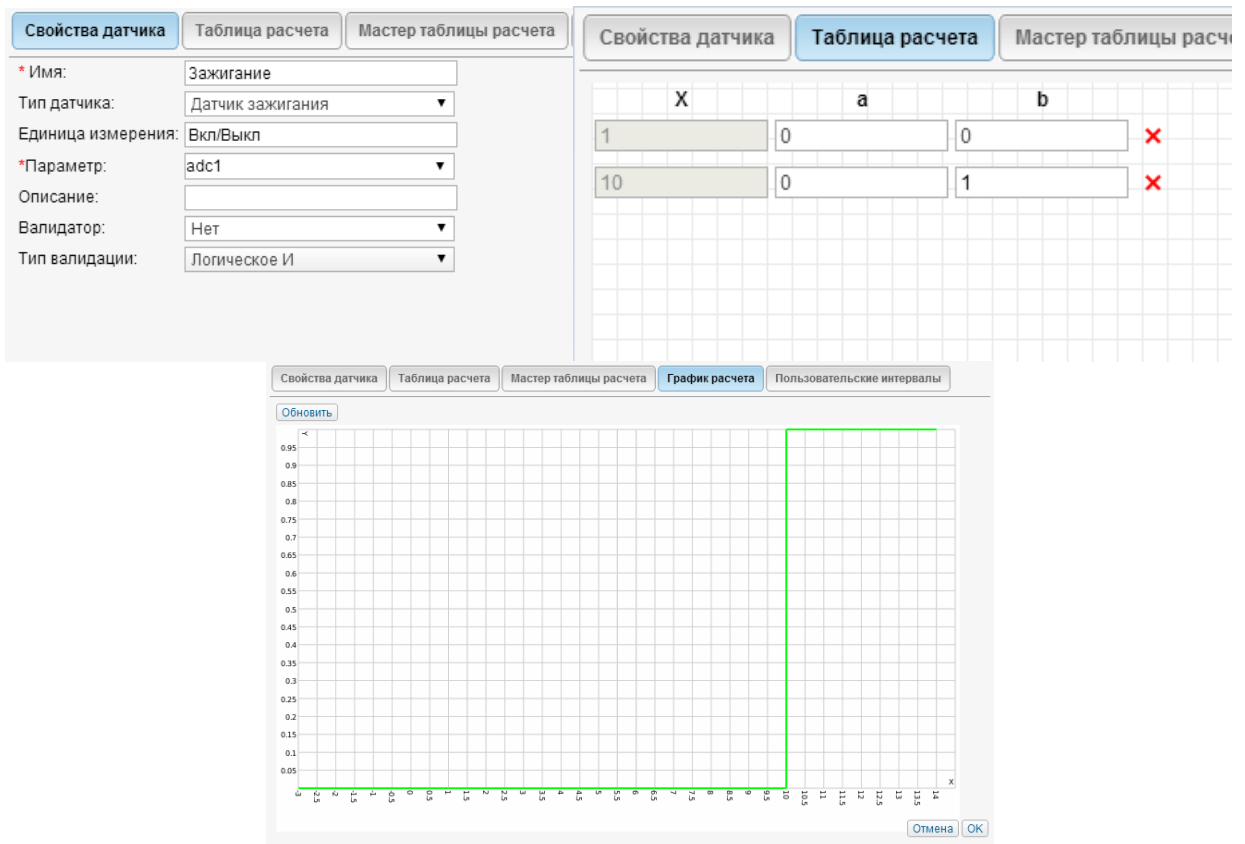

Рис.4.2.1.Настройка входа зажигания в Wialon'e
3) Настройка мониторингового программного обеспечения (Wialon) для работы с датчиком зажигания (Рис.4.2.1.).